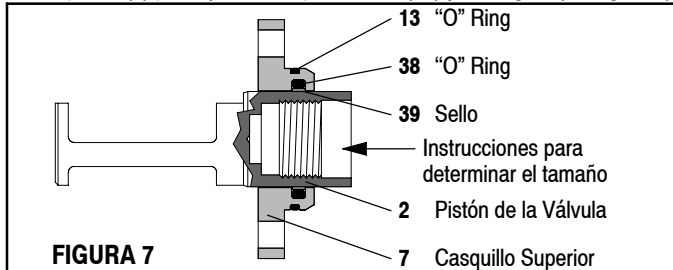

FIGURA 7
24. Engrase y empuje cuidadosamente el pistón (2) dentro del casquillo superior (7) para que se adapte al sello (39) y extraígallo (ver figura 7).